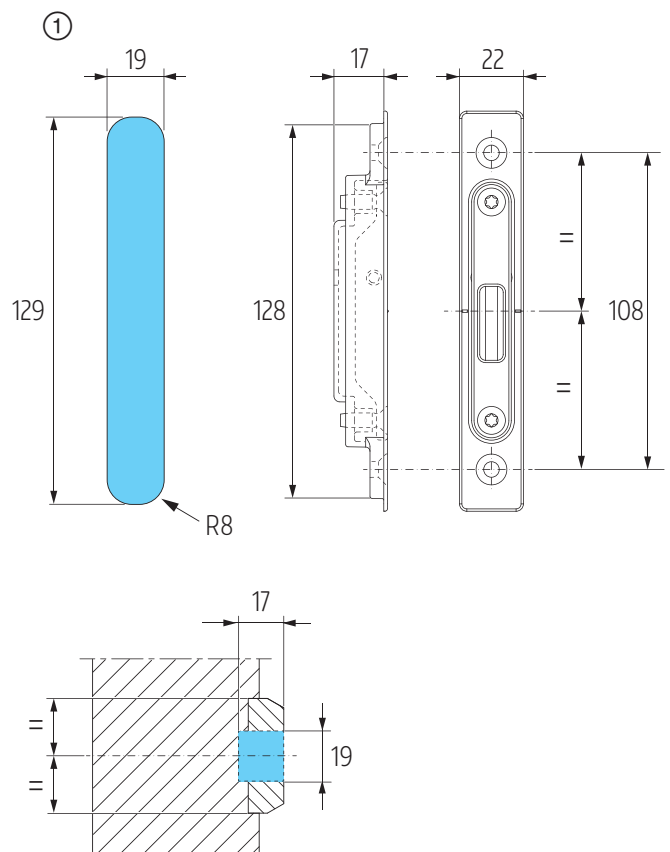

Abb. 42
① Die Position der Fräsungen am Rahmenprofil für das Schließteil für Getriebe mit Haken 5, der untenstehender Tabelle entnehmen. Fräsungstiefe und -breite, siehe **Abb. 42**. ② Schließteile mit Schrauben Ø 5 x 50 am Rahmenprofil festschrauben.